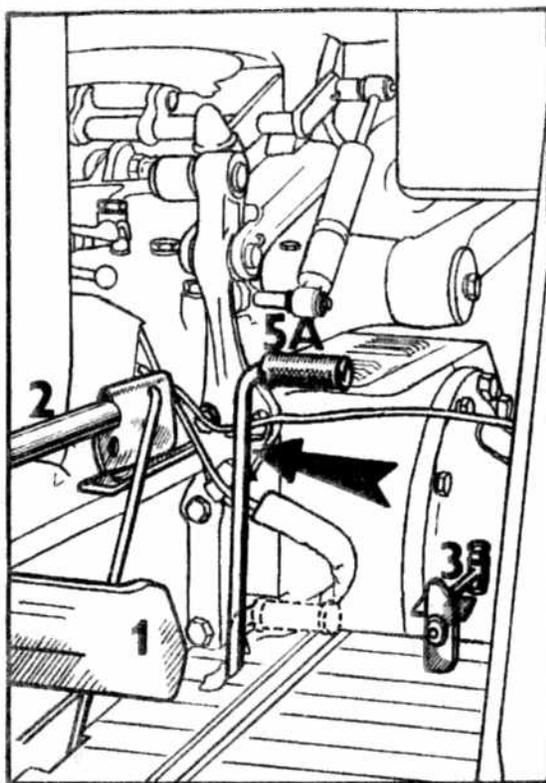

Fig. 3
1. Pédale d'embrayage d'avancement (fig. 3/1).
2. Débrayage à main de l'embrayage de l'arbre de prise de force (fig. 3/2).
3. Pédale de commande du multiplicateur de couple (fig. 3/3). (Seulement sur les tracteurs Z 5711—Z 5748 et Z 6711—Z 6748.)
5A. Levier de commande de l'essieu avant moteur (fig. 3/5A)